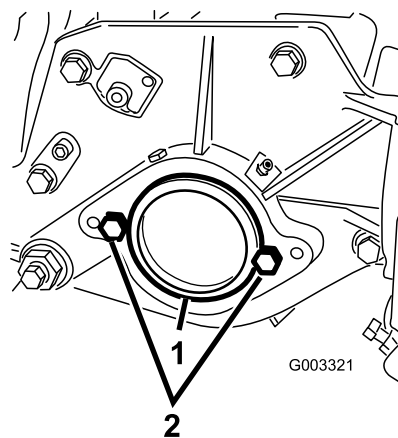

Figure 16
2. A l'extrémité droite du plateau de coupe, retirez l'obturateur en plastique du logement de roulements (Figure 16).
3. Enlevez les 2 vis de la plaque latérale droite (Figure 16).
2. Vis (2)
5. Placez les 2 vis de fixation du moteur de cylindre sur la plaque latérale gauche du plateau de coupe sans les serrer (Figure 16).